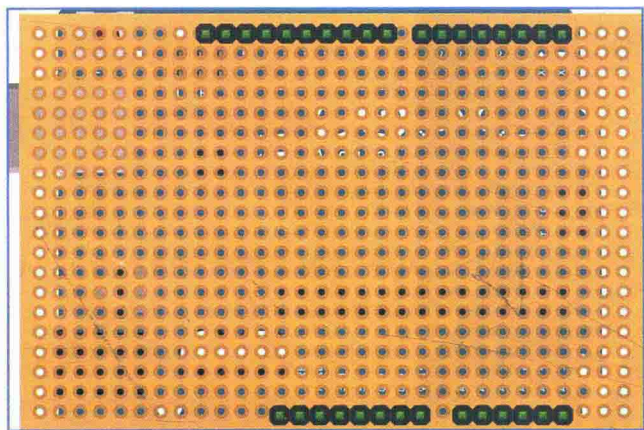

图 11.11 将排针引脚焊接到电路板上
- a. 将排针引脚插入分接板 (见图 11.11), 它们应该遵照 Arduino 的引